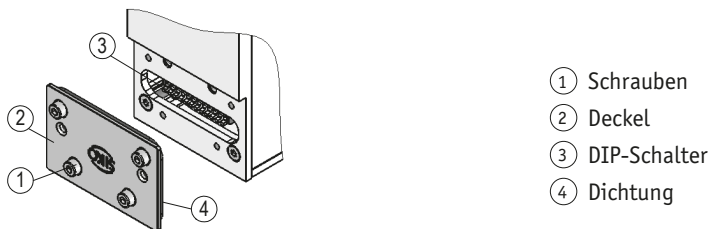

Abb. 14: Adresseinstellung
- ▶ Schutzartbedingt nur die Innensechskantschrauben ① lösen (siehe **Abb. 14**).
- ▶ Bei gelösten Schrauben ① des Deckels ② ist die Schutzart des Stellantriebes nicht mehr gewährleistet.
- ▶ Parameter am DIP-Schalter ③ einstellen.
- ▶ Bei Wiedermontage der Schrauben ① auf korrekten Sitz der Dichtung ④ achten!